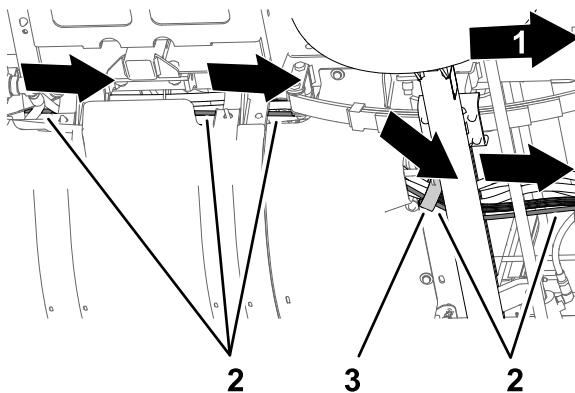

Рисунок 7
2. Поднимите сиденье и продолжите прокладку трубы вперед в сторону жгута проводов машины через опорный хомут и под панелью пола (Рисунок 7).